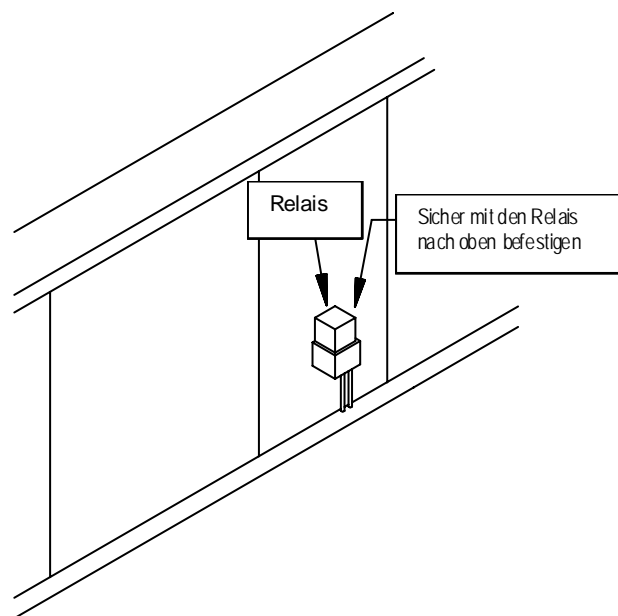

Bild 1. Relais Befestigung
8. Befestigen Sie das Relais mit einer Metallschraube (HDW01766) im Motorraum. Das Relais muß nach oben zeigen. Siehe Bild 1.